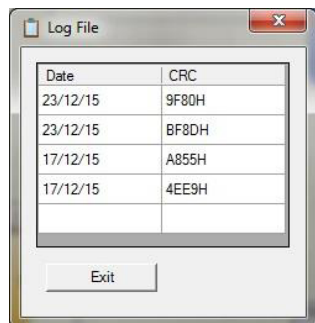

Fig. 76 : EUCHNER Safety Designer, fichier journal
- › Dans le fichier de configuration (projet) se trouvent la date de création et la valeur CRC (identifiant à 4 caractères hexadécimaux) d'un projet enregistré dans MSC-CB / MSC-CB-S (Fig. 76).